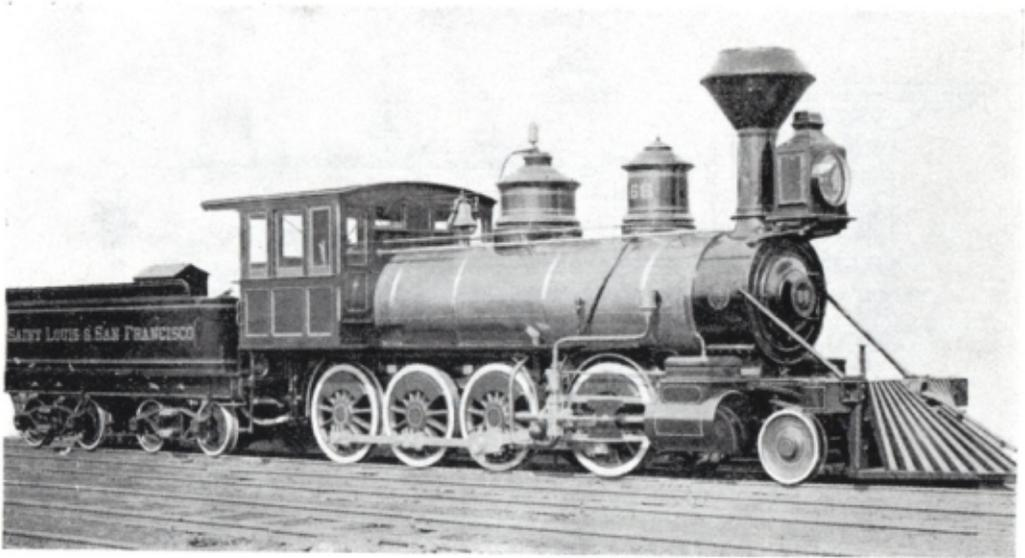

Fig. 26. — Locomotive « Consolidation » typique construite par Baldwin en 1879. (Coll. de l'auteur)
La figure 26 représente une machine à marchandises typique des grandes lignes du Far-West. C'est la n° 68 du SAINT LOUIS & SAN FRANCISCO RAILROAD fournie par BALDWIN en 1879. La particularité du mouvement est l'attaque au second essieu couplé et la pompe à eau d'alimentation de la chaudière mue par la crosse. A l'avant on remarque le fameux « cow-catcher » (6) peint en rouge foncé, les roues sont en vermillon avec filets noirs, la jaquette de la chaudière en tôle russe bleuie, la cabine en acajou verni, les dômes, le tender et les cylindres sont peints en « brun invisible » avec filets or et vermillon. Le gros fanal rouge foncé contient une forte lampe à huile.